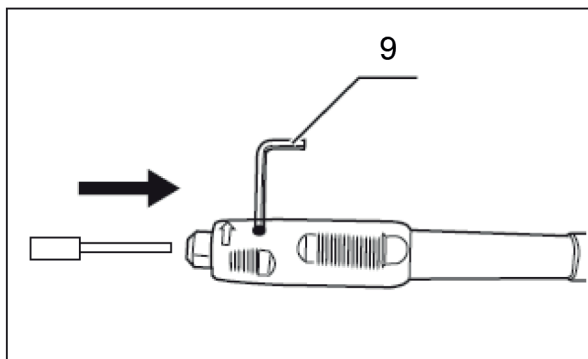

Рис.5
1. Вставьте в отверстие на шейке гибкого вала ключ (9) рис. 5. и прокрутите шпиндель гибкого вала до блокировки ключом.